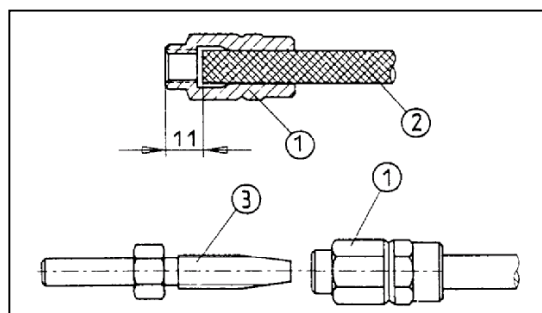

Рис.40 Предварительный монтаж трубопровода
* Гильза 1, Рис.40, накручивается влево на шланг 2 (не забывайте выдерживать размер 11 мм). После чего наконечник 3 ввинчивается в гильзу до упора.